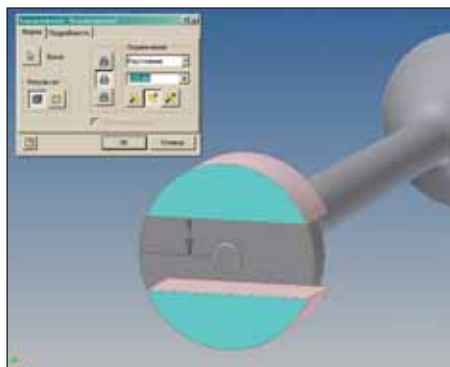

Рис. 10
13. Указать контуры, как изображено на рис. 10, ввести расстояние, равное 120 мм, нажать кнопку **Вычитание**, затем **ОК** (рис. 11).